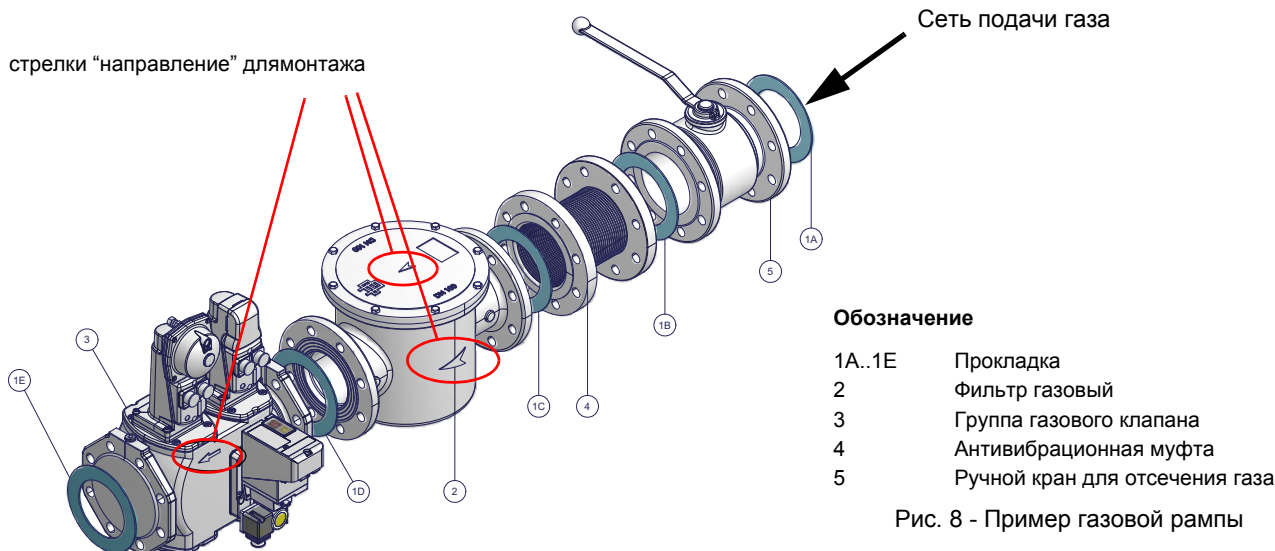

Рис. 8 - Пример газовой рампы
- 1) при фланцевых соединениях: между соседними компонентами устанавливать прокладку (1A..1E - Рис. 8), совместимую с используемым газом,
**ВНИМАНИЕ:** после монтажа газовой рампы согласно схеме на Рис. 8, необходимо провести тестирование на герметичность газового контура, согласно требований действующих нормативов.